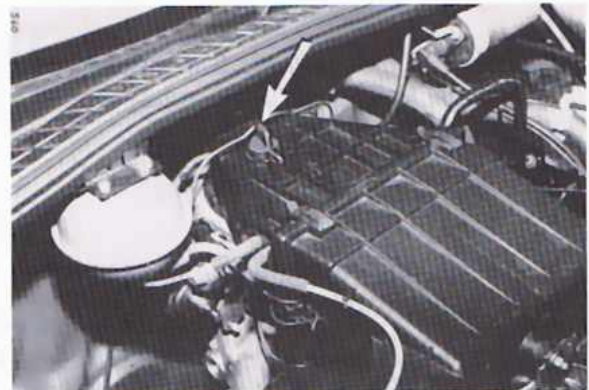

Bild 1
2. Check of Carburettor Environment (Fig. 1)
Nach Abheben der Kappe (Pfeil) Bild 1 am Luftfilter wird die Leerlaufluft-Regulierschraube (Pfeil) Bild 1a zugänglich.